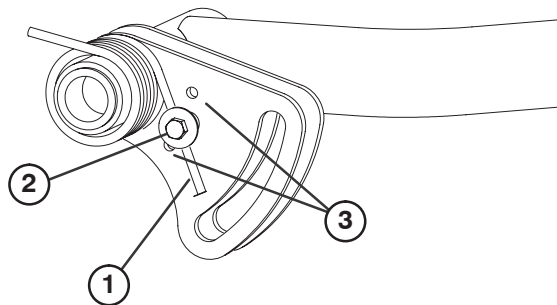

Bild 29
2. Entfernen Sie die Kopfschraube und Sicherungsmutter, während Sie die Feder entspannen (Bild 29).
3. Bewegen Sie die Federschraube an die gewünschte Stelle und montieren die Kopfschraube mit der Sicherungsmutter, während Sie die Feder entspannen (Bild 29).